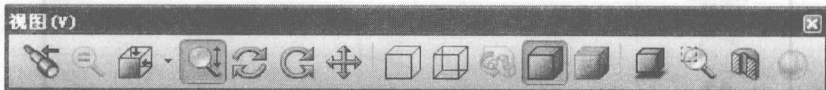

图 1-6 【视图】工具条
① 点击主菜单栏中“视图”|“显示”命令,实现窗口的各种变化。
② 打开“视图”工具条,也可实现各窗口的变化,如图 1-6 所示。